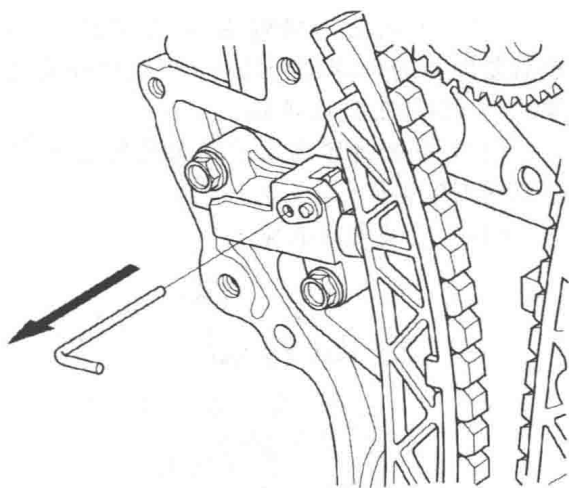

图 1-1-29
(5) 安装凸轮轴链条导板和凸轮轴链条张紧器臂。
(6) 安装正时链条自动张紧器。
(7) 将销从自动张紧器上拆下, 如图 1-1-29 所示。
(8) 检查机油泵油封是否损坏。如果油封损坏, 则更换油封。
(9) 将所有旧的密封胶从机油泵接合面、螺栓和螺栓孔上清除。
(10) 清理并风干机油泵接合面。
(11) 在机油泵的发动机气缸体接合面上均匀地涂抹密封胶。
(12) 在机油泵的发动机气缸体上表面接触部位和机油泵的下气缸体上表面接触部位上涂抹密封胶。